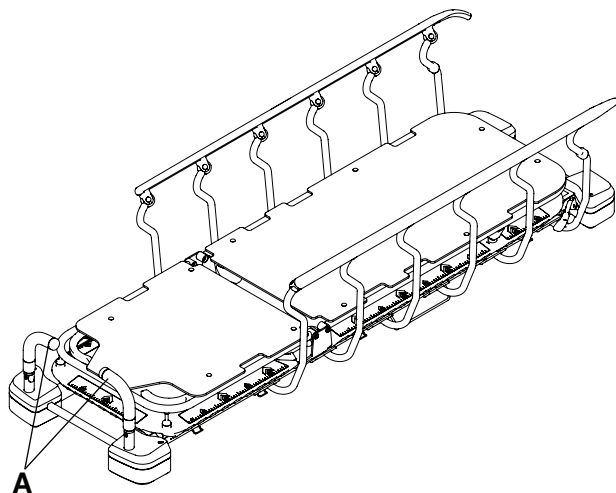

Figura 7 – Poziționarea manetelor de împingere de la capătul pentru cap
2. Rotiți manetele de împingere de la capătul pentru cap (A) în poziția de utilizare (Figura 7).